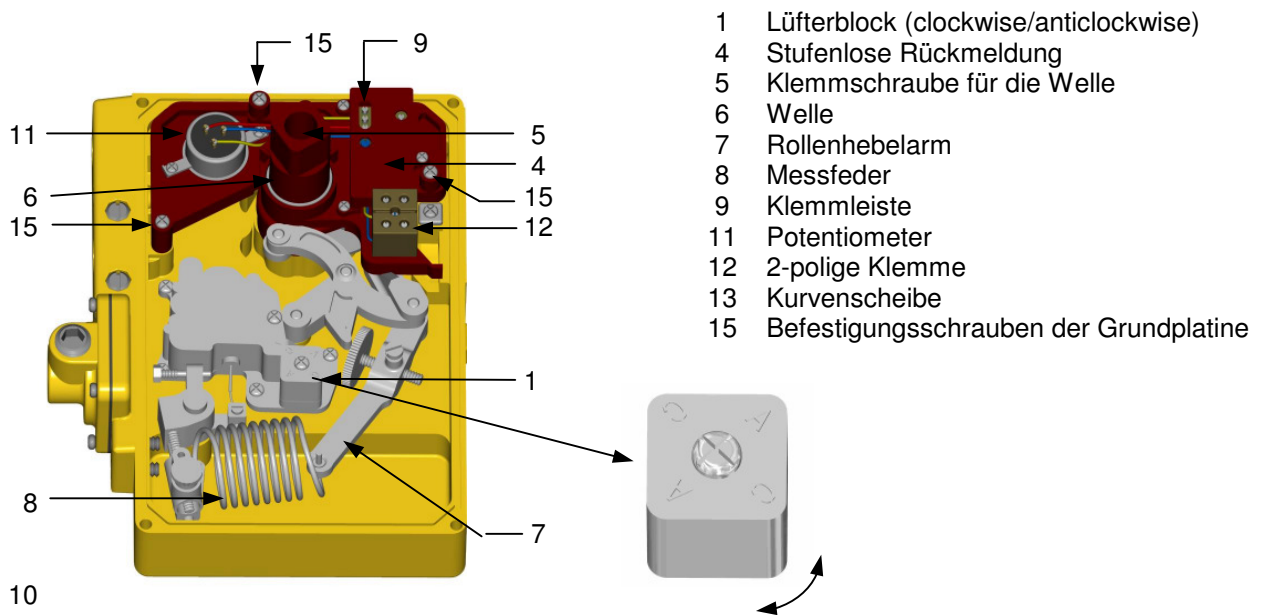
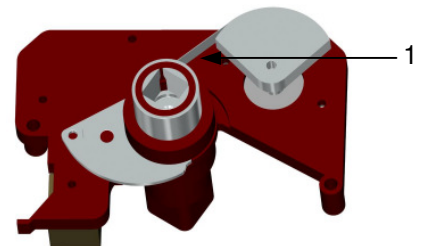
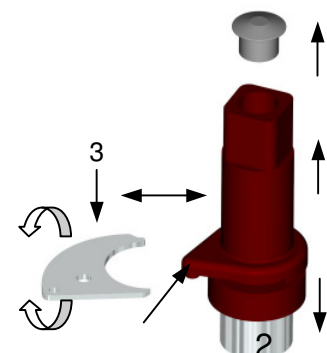

Bild 10
Bild 11
Bild 13
Lockern Sie die Klemmschraube (5, Bild 10), die Befestigungsschrauben (15, Bild 10) der Grundplatine und klemmen Sie die Kabel an der 2-poligen Klemme (12, Bild 10) ab. Anschließend kann die Grundplatine vorsichtig nach oben abgehoben werden. Drehen Sie die Platine, so dass Sie die Ansicht wie in Bild 11 gezeigt erhalten. Jetzt ist der untere Wellenteil frei zugänglich.
Um die Drehbewegung der Welle auf das Potentiometer zu übertragen, ist das Potentiometer durch ein Spannband mit der Welle verbunden. Hängen Sie vorsichtig dieses Spannband (1, Bild 11) aus der Verankerung in der Welle. Das ist notwendig, um bei der Option Stufenlose Rückmeldung das Potentiometer der Wirkrichtungsumkehr anzupassen.
Um die Kurvenscheibe einfacher aushängen zu können, schieben Sie die Welle aus der Platine heraus. Danach ziehen Sie den unteren Wellenteil leicht nach unten und hängen die Kurvenscheibe (3, Bild 13) aus. Drehen Sie diese Kurvenscheibe um 180° (siehe Bild 12) und setzen Sie diese anschließend wieder in die dafür vorgesehene Aussparung (2, Bild 13) in der Welle. Setzen Sie die Welle wieder in der Platine ein. Anschließend muß das Spannband (1, Bild 11) wieder eingehängt werden.
Drehen Sie, bevor sie die Grundplatte wieder einsetzen, den Antrieb in die entgegengesetzte Endlage. Erst dann kann die Grundplatte wieder in die vorhergesehene Position eingesetzt werden. Um sich das Einsetzen der Grundplatte etwas zu erleichtern, spannen Sie den Rollenhebelarm (7, Bild 10) gegen die Federwirkung der Messfeder (8). Arbeiten Sie dabei vorsichtig und ohne Gewalt, da diese zur Beschädigung der Grundplatte führen können.